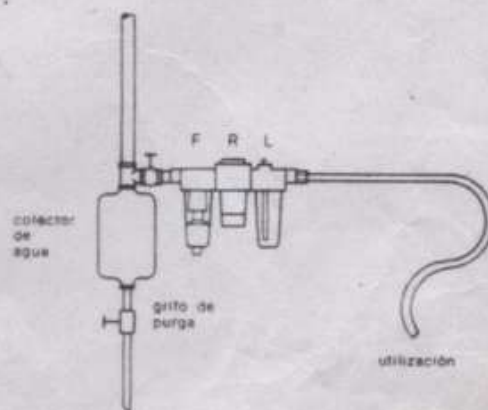

Fig. 4:
- i) Realizar las tomas y conexiones en las bajantes lateralmente, colocando en la parte inferior un grifo de purga (Fig. 4).
- k) Prever la utilización de filtros, reguladores y lubricadores (FRL) en las tomas de servicio (Fig. 4).